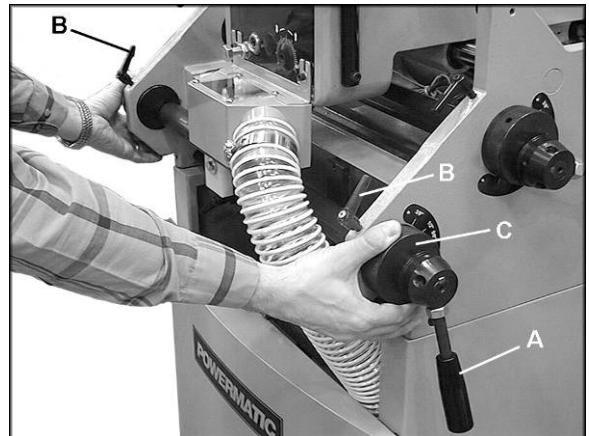

Рис. 14
Прижимы детали крепятся в корпусе станка при помощи эксцентриковых зажимов. Вращайте рукоятку (А, Рис. 14), пока заготовка не будет зафиксирована. Не перетяните рукоятку, чтобы избежать повреждения заготовки.
1. Ослабьте две зажимные рукоятки на передней стенке станины (В, Рис. 14).
2. Вращайте регулировочную рифленую ручку (С, Рис. 14) по обеим сторонам станка, пока указатель на ручке не совпадет с необходимым значением толщины на шкале. Чтобы выставить прижимную планку параллельно столу, вращайте ручки одинаково.
3. Затяните зажимные рукоятки (В, Рис. 14).